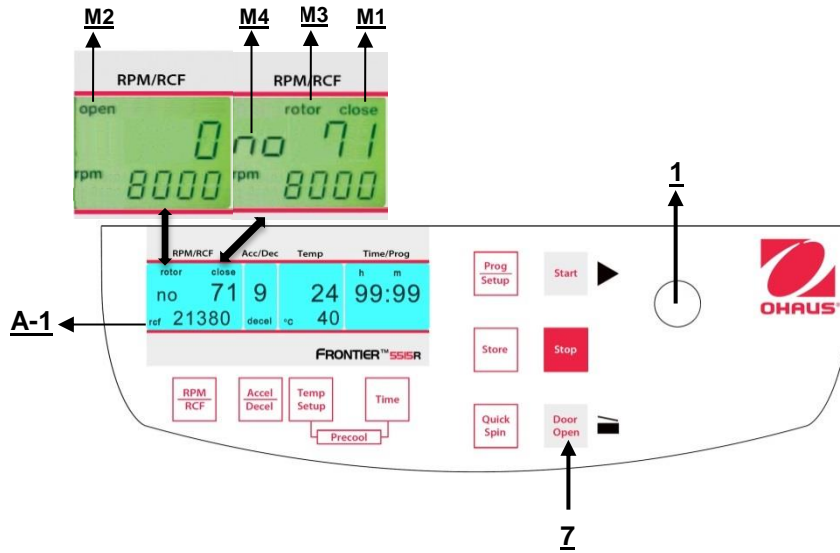

Figura 15
Dopo il funzionamento, quando il coperchio della centrifuga è chiuso, appare la parola "**close**" (M1) sul display "**RPM | RCF**" (A-1). Inoltre, se vi è un rotore nella centrifuga, appare la parola "**rotor**"(M3) e anche il numero di codice del rispettivo rotore che si trova all'interno del sistema centrifugo "**71**" (M4). Se nella centrifuga non vi è alcun rotore, la parola "**rotor**"(M3) lampeggia e appare la parola supplementare "**no**"(M4). Premendo il tasto "**Door Open**" (7), si può rilasciare il coperchio della centrifuga. Non appena il coperchio elettromagnetico è completamente rilasciato, appare la parola "**open**" (M2). Adesso è possibile aprire il coperchio della centrifuga. Fare riferimento alla figura 15 qui di seguito per riferimento.
Il coperchio deve solo essere abbassato leggermente. Un bloccaggio elettromagnetico del coperchio fa chiudere il coperchio stesso, e allo stesso tempo scompare la parola **"open"** (M2) (fare riferimento alla figura 15). Quale segnale che la centrifuga è pronta per essere avviata, il display **"RPM | RCF"** (A-1) visualizza la parola **"close"** (M1). Allo stesso tempo, si visualizza la parola **"rotor"** (M3), come il numero di codice del rotore che si trova nell'impianto della centrifuga, **"no 71"** (M4). Con questo, tutti i dati specifici del rotore, quali, per esempio, la velocità max. l'accelerazione, ecc. sono adottati.